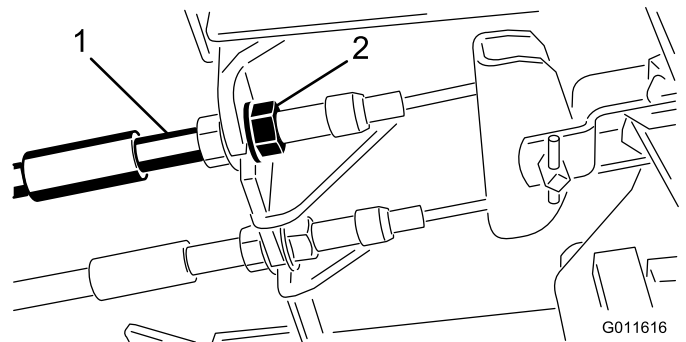

Bild 55
1. Ziehen Sie zum Reduzieren des Spiels der Bremspedale die Bremsen fester – lockern Sie dazu die vordere Mutter am Gewindeende des Bremszugs (Bild 55).